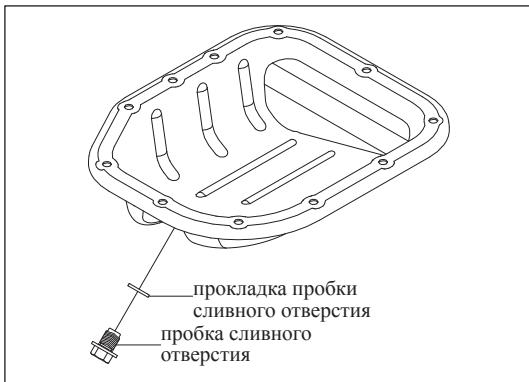
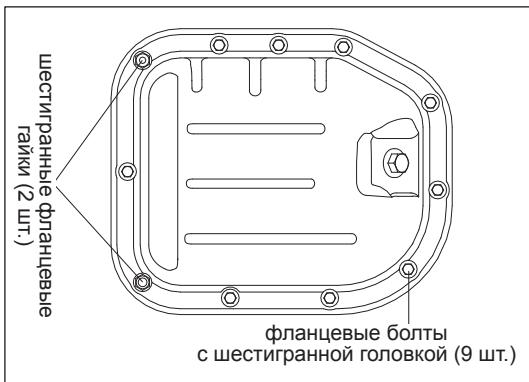
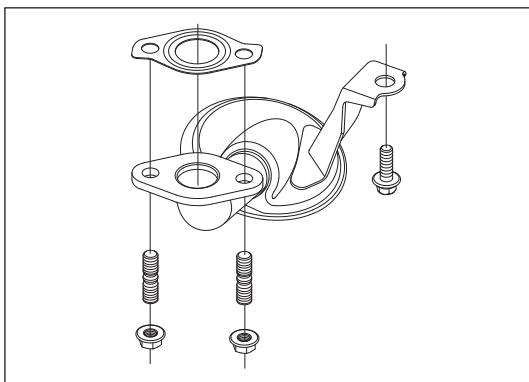

Рис. 11-3-2. Слив масла из системы смазки двигателя
Рис. 11-3-3. Снятие масляного поддона
Рис. 11-3-4. Снятие маслоуловителя
- (1) Слить моторное масло
- б) Снять пробку и слить масло, как изображено на рис. 11-3-2.
- (2) Снятие маслоизмерительного щупа и трубы маслоизмерительного щупа
- (3) Снятие масляного поддона.
- а) Открутить 9 фланцевых болтов ($M6 \times 12$) и 2 шестигранные фланцевые гайки ($M6$), как изображено на рис. 11-3-3.
(4) Снятие маслоуловителя.
- a) Открутить фланцевые 2 ($M6$) и 1 фланцевый болт ($M6 \times 12$), а также 2 шпильки, как изображено на рис. 11-3-4.